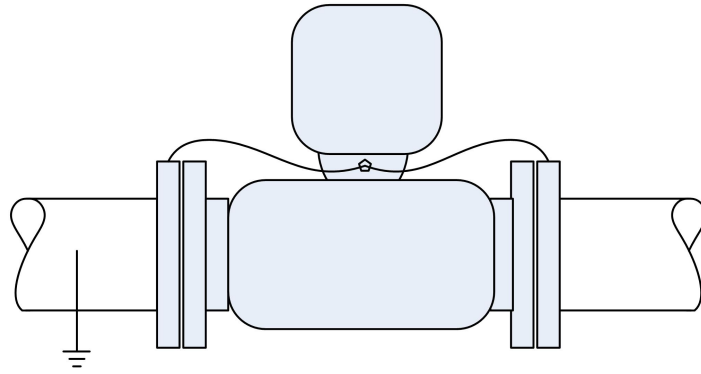

Рис. 1 Металлическая труба с заземлением
- б) От того, заземлена ли оболочка датчика, напрямую зависит точность и стабильность измерений. Если прибор установлен в металлической трубе, способ заземления показан на рис. 1.